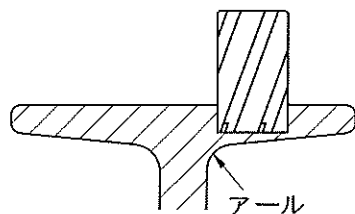

図 46
- アンクルやチャンネル、H形鋼等に穴をあけるときの、抜けぎわが斜めの面やアールにかかる場合は刃先が欠けることがありますので、切り始めと抜けぎわはゆっくり送ってください。(図 46)